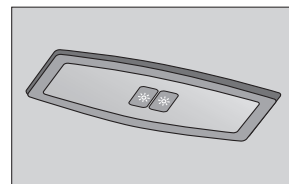

Рис. 31. Задний плафон освещения салона (в варианном исполнении)
**В варианном исполнении** автомобиль оборудуется задним плафоном освещения салона (рис. 31). Секции индивидуального освещения включаются раздельно справа и слева.